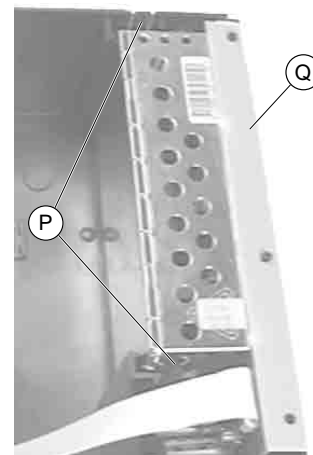

Fig. 8
- Rastnasen (P) austrasten und Netzteilbaustein herausnehmen (Fig. 8).
Nach der Reparatur darauf achten, daß der Abschirmdeckel des Netzteilbausteins sowie der Isolationsstreifen (Q) (Fig. 8) angebracht sind!
- Release the locking lugs (P) and take out the Power Supply Board (Fig. 8).
On completion of the repairs take care that the shielding cover and the isolating strip (Q) (Fig. 8) are refitted to the Power Supply Unit!